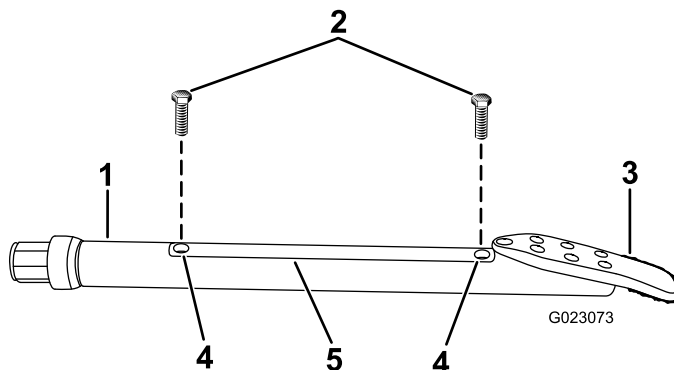

Figura 73
2. Afloje los tornillos que sujetan la tapa al portasonda, y retire la tapa (Figura 73).
- Instale la tapa del portasonda y sujétela con los tornillos (Figura 73).